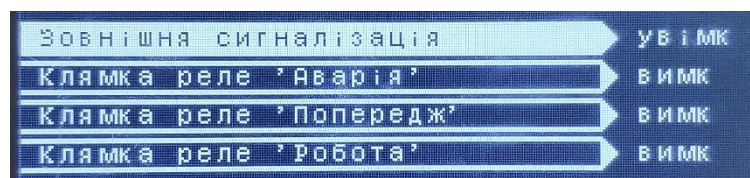

Рисунок 10 – Підрозділ «Конфігурація МС»
2.1.3. «Конфігурація МС» - підрозділ налаштувань реле модуля сигналізації МС (див. рисунок 10).